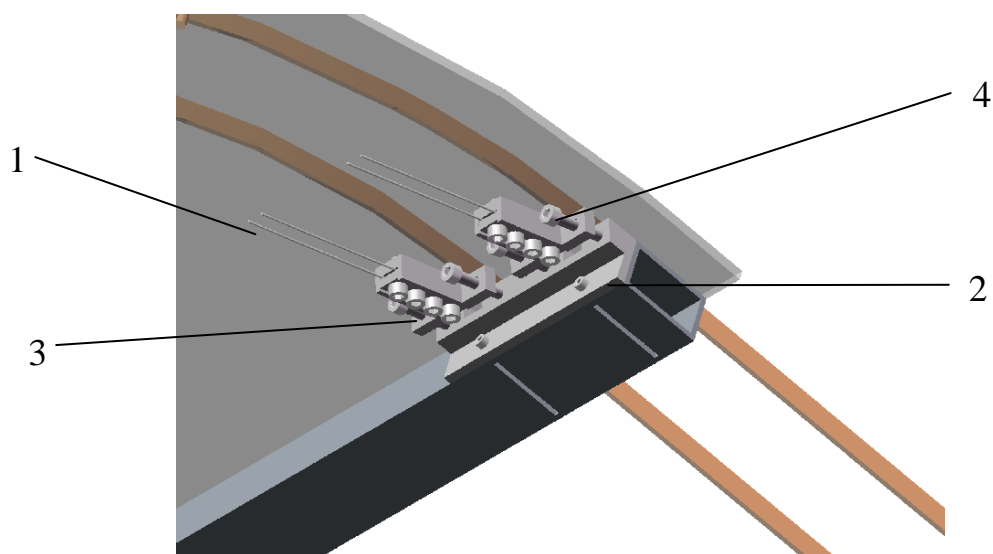
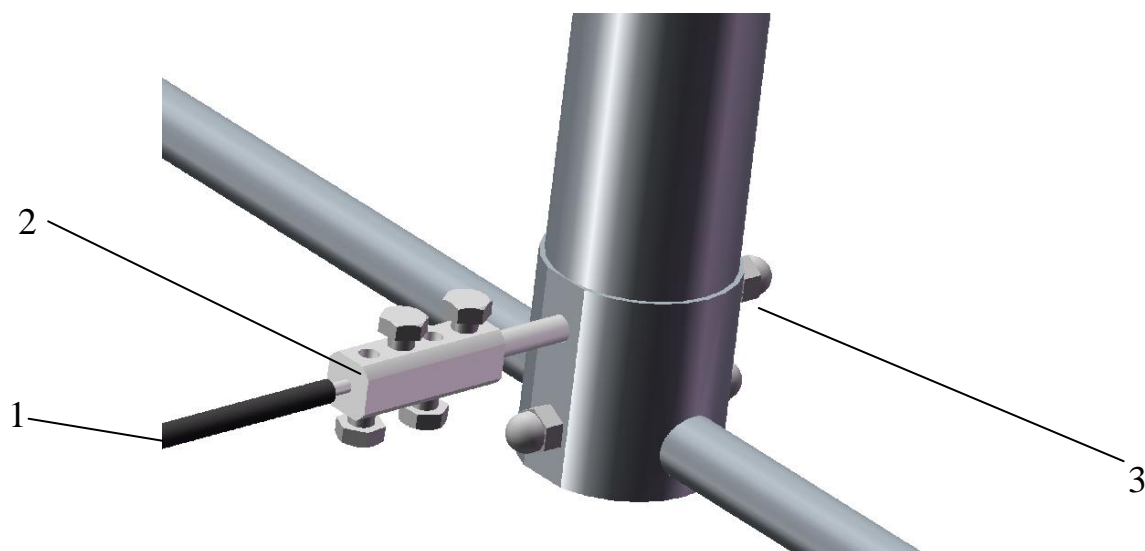

Рис. 11. Устройство натяжения верхнее.
Рис. 12. Устройство натяжения нижнее.
- установить рельс-струны, для чего выступающие из рельс-струн концы проволоки завести в губки верхних устройств натяжения 2 (рис. 11). Проволоку рельс-струн предварительно натянуть усилием руки и затем зажать болтами 3 устройства натяжения верхнего;
- установить устройство натяжения нижнее, для чего завести анкера 2 (рис. 12) в отверстия стоек станций, натянуть проволоку 1 усилием руки и наживить на них гайки 3;
- натянуть рельс-струны, попеременно натягивая проволоку 1 (рис. 12) устройства натяжения нижнего и проволоку рельс-струн 1 (рис. 11) устройствами натяжения верхними. Натяжение проволоки устройством натяжения нижним выполнять вращением гайки 3 (рис. 12). Натяжение проволок рельс-струн выполнять вращением болтов 4 (рис. 11);